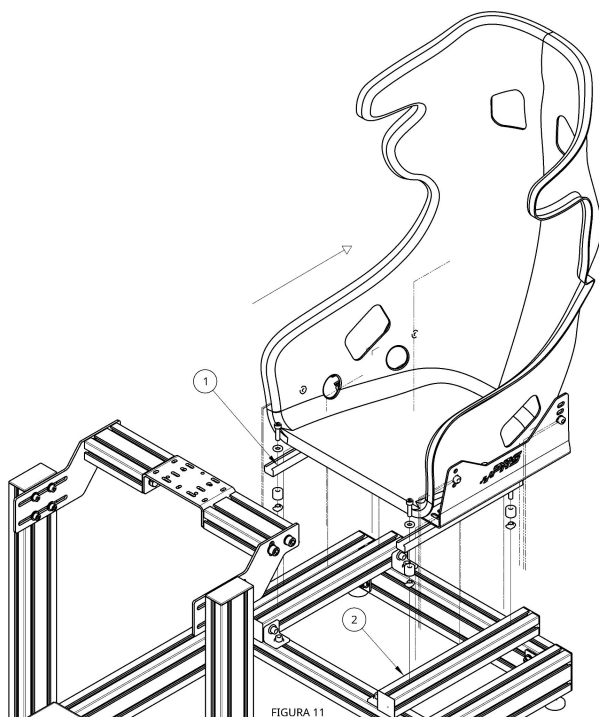

FIGURA 11
Posicione a estrutura do banco sobre a base do cockpit, conforme mostra a Figura 11, prendendo a parte frontal da base dos trilhos (1) nas travessas transversais (2) da base do cockpit.